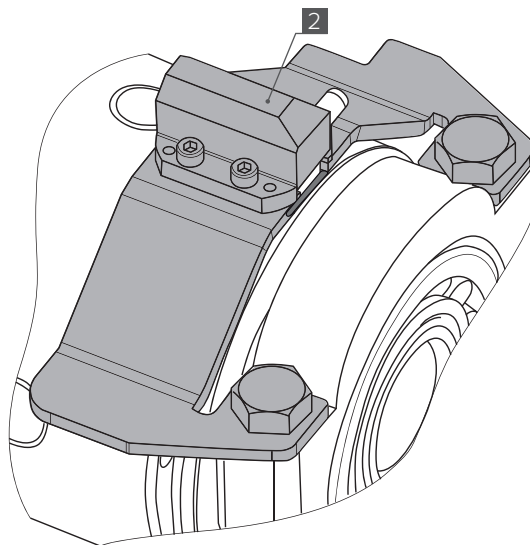

Рис. 8
6. Установите пневматический привод в сборе [2] под болты крепления бугеля согласно **Рис. 8**. Вилка включения должна находиться в проточке подвижного фланца включения блокировки. Затяните болты крепления бугеля моментом 140-160 Н·м.